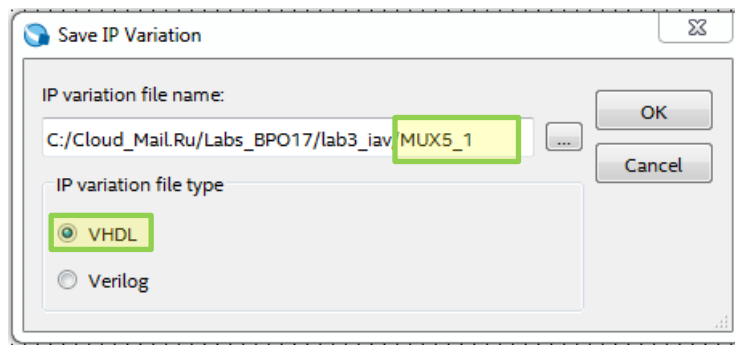

Рис. 10 Окно создания экземпляра выбранного компонента
3.10. В появившемся окне настройки задайте имя экземпляра выбранного компонента (MUX5\_1) и укажите язык описания аппаратуры (VHDL), в коде которого он будет храниться в проекте (рис.10). Выполните «**OK**».